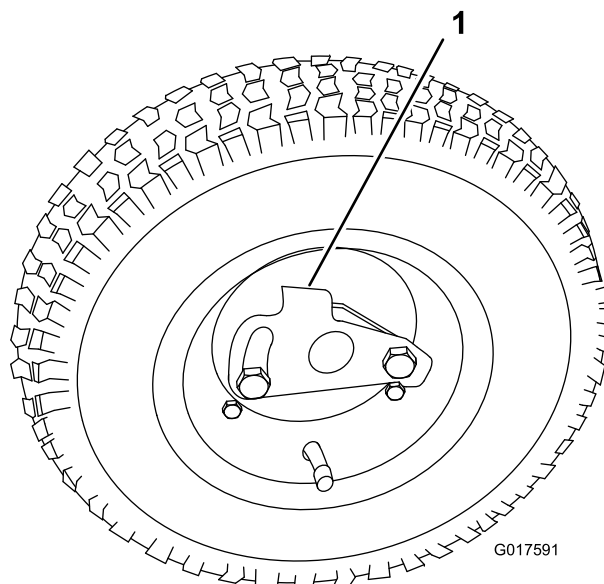

Figura 8
1. Inserite la ruota nell'assale (Figura 8).
2. Allontanate il clip di bloccaggio della ruota dal centro della ruota, lasciandolo scorrere sull'assale (Figura 8).